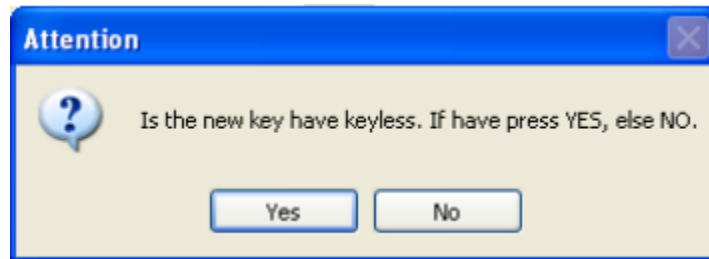

IMAGEN 5.9
- Bajo la función “Prepare Dealer Key” (y también en la función “File Make Key”) obtendrá una ventana como la de la **(IMAGEN 5.9)**: Por favor seleccione el tipo correcto, si es llave de presencia seleccione NO, pues la función de presencia no funcionara.